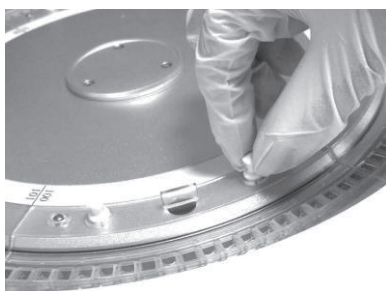

Figura 13-7 Desparafuse o parafuso de aperto
2. Use luvas de proteção, desconecte os pinos de fixação, como mostrado na Figura 13-7 acima.